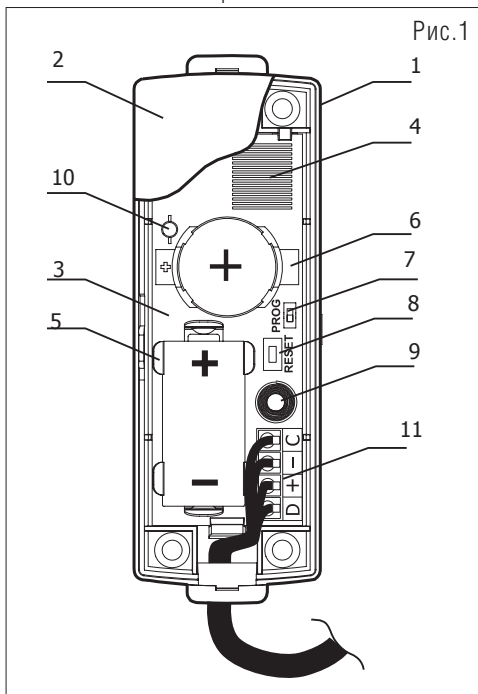

Рис.1
УСЦП выполнено в виде одного блока (Рис. 1) и состоит из основания (1), крышки (2) и печатной платы (3). Печатная плата УСЦП закреплена на основании с помощью зацепов, на ней находится печатная антенна (4), установлены держатели с основной (5) и резервной (6) батареями, переключатель режимов «PROG» (7), кнопка для перезапуска «RESET» (8), датчик вскрытия «TAMP» (9), светодиодный индикатор (10) и колодка
(11) для подключения СЛ («D»), питания ДФИ («+») и контроля внешнего источника 12 В («С»). Минус («-») является общим. Датчик отрыва расположен на обратной стороне платы.
2. Провести кабель от ДФИ через отверстие в корпусе и подключить провода к клеммам колодки (Рис.1).